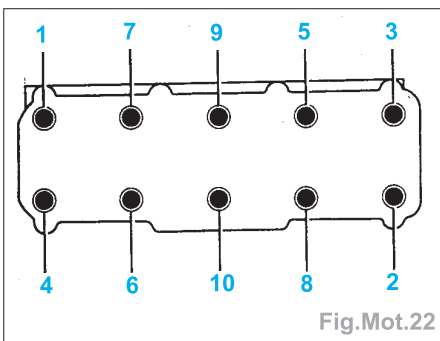

Fig.Mot.22
- Contrôler la culasse (Fig.Mot.22).